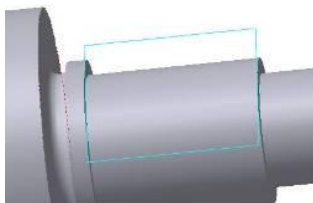

Рис. 9.6. Деталь, после операции касательная
11. Выбираем команды: **Операция – Плоскость – Касательная**. После чего указываем цилиндрическую грань радиусом 15 мм и длиной 36 мм и выбираем плоскость ZX. Нажимаем . Система изобразит касательную плоскость (рис. 9.6).